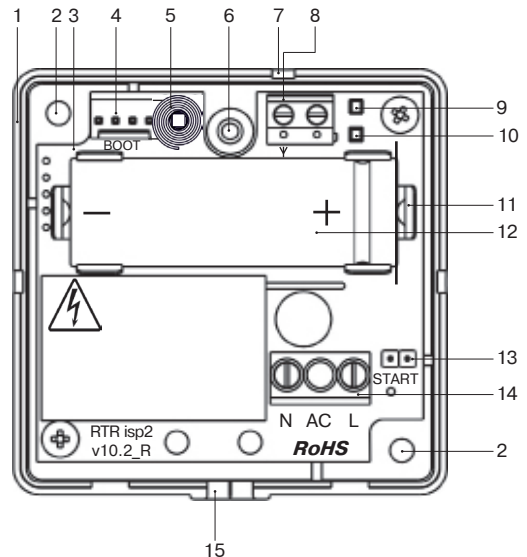

Рисунок 1 – Ретранслятор со снятой крышкой
4.5 При установке аккумулятора соблюдайте правильную полярность, указанную на рис. 1.
9.4 Осуществите ручной пуск от аккумулятора путем замыкания контактов START (рис.1, поз.13) проводящим предметом до включения индикаторов зеленого и красного цветов (стартовая индикация).
11.3 Нажмите на датчик вскрытия корпуса (рис.1, поз.5) и удерживайте его в течение нескольких секунд.